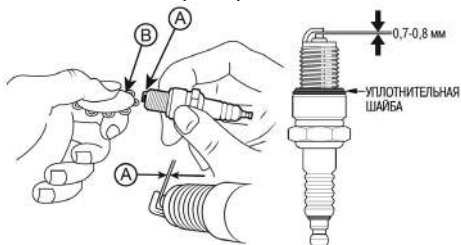

Рис. 36. Проверка межэлектродного зазора
4. Измерьте зазор А между электродами свечи зажигания специальным щупом В. Зазор должен быть $0,7-0,8$ мм (Рис. 36). При увеличении или уменьшении требуемого зазора, рекомендуется заменить свечу, так как регулировка зазора может привести к изменению качества искрообразования.